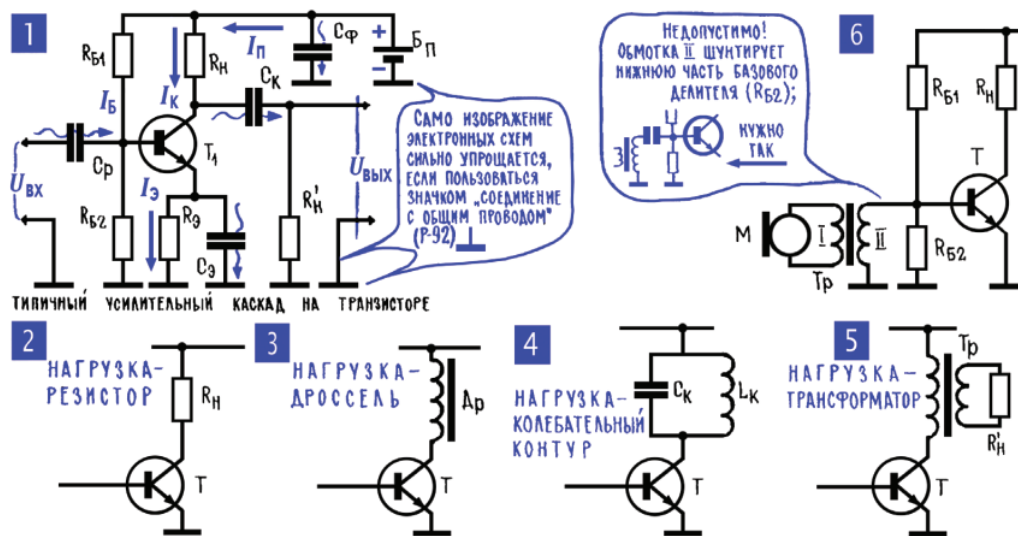

Рис. 10.10. Усилительный каскад на транзисторе
**19. Транзисторные схемы находят все более широкое применение.** То, что в самых разных электронных схемах встречаются одни и те же схемотехнические решения, подтверждает еще и рис. 10.10, на котором показаны некоторые фрагменты транзисторных усилительных каскадов. Этот рисунок возвращает нас из области ламповых усилителей к транзисторным, с которыми мы уже не расстанемся. Такая «транзисторизация» связана с важными достоинствами транзисторов. С их долговечностью, малыми габаритами, экономичностью: для создания одной и той же «мощной копии» транзисторный усилитель потребляет от источников питания в несколько раз меньше энергии, чем ламповый. Это особо важно для переносной аппаратуры – здесь экономное расходование электроэнергии позволяет резко уменьшить вес батарей. Кроме того, транзистор привлекает своей неприхотливостью в части питания – на анод лампы нужно подать десятки, а то и сотни вольт; на коллектор транзистора – всего несколько вольт; для питания лампы нужно иметь два напряжения – накальное и анодное, транзистор обходится одним источником питания. Когда в начале 1950-х появились первые транзисторы, мало кто думал, что они так хорошо смогут заменить лампы: у транзисторов в то время было очень много недостатков. Сначала они работали только на низких частотах; их параметры даже
**Примечание редактора.** В дальнейшем процесс повторился при переходе от транзисторов к интегральным схемам: если питание типичной ламповой схемы составляет 80–150 В (плюс обязательный мощный источник накала катода), то транзисторной – уже 9–12 В. А питание интегральной схемы может не превышать 3–5 В и даже менее, при одновременном снижении тока потребления в десятки и сотни раз. Кроме того, транзисторы и интегральные схемы имеют несравнимо меньшие габариты, и еще в транзисторной электронике пришлось отказываться от многих типовых решений, присущих ламповой электронике: таких как применение трансформаторов и дросселей (см. «Примечание редактора» в гл. 6; 24). Поэтому многие указанные далее схемотехнические решения, связанные с применением намоточных изделий (особенно такие, как на рис. 10.10; 5), уже давно не применяются на практике.
**20. Типичный усилительный каскад на транзисторе.** В первой из схем на рис. 10.10; 1 нам встречаются «знакомые все лица» – нагрузка  $R'_H$ , делитель  $R_{B1}/R_{B2}$ , с которого подается смещение на базу (рис. 10.3), переходной конденсатор  $C_K$ , через который ответвляется на резистор  $R'_H$  часть переменной составляющей коллекторного тока. И чем меньше сопротивление  $R'_H$ , тем большая часть идет через него и меньший ток замыкается через нагрузку  $R_H$ . Кстати, цепочка  $C_K R'_H$  представляет собой делитель напряжения.
В транзисторных усилительных каскадах так же, как и в ламповых, в качестве нагрузки могут использоваться катушка (дроссель), колебательный контур, и, кроме того, нагрузка может включаться в коллекторную цепь через трансформатор (рис. 10.10; 3, 4, 5). А вот соединение базы с эмиттером через небольшое сопротивление источника сигнала, скажем через микрофонный трансформатор (рис. 10.10; 6), в транзисторном усилителе по схеме рис. 10.10; 1 уже невозможно, потому что это небольшое сопротивление войдет в делитель  $R_{61} / R_{62}$  и резко уменьшит сопротивление его нижнего участка, постоянное смещение на базе практически исчезнет, транзистор окажется запертым. Источник сигнала с малым собственным сопротивлением приходится подключать к базе через разделяющий конденсатор  $C_p$ : он легко пропускает переменное напряжение (усиливаемый сигнал) и не позволяет источнику сигнала шунтировать нижнюю часть делителя по постоянному току.